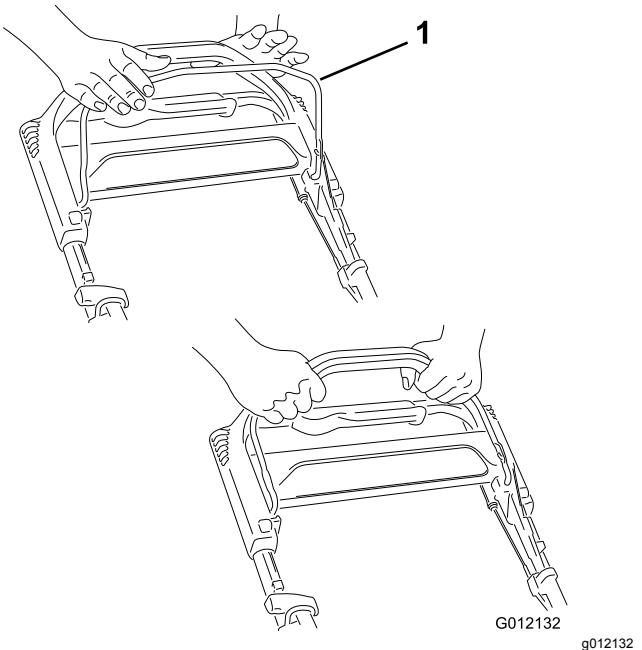

Figura 15
1. Tirate la barra di comando della lama contro la stegola e tenetela in questa posizione (Figura 15).